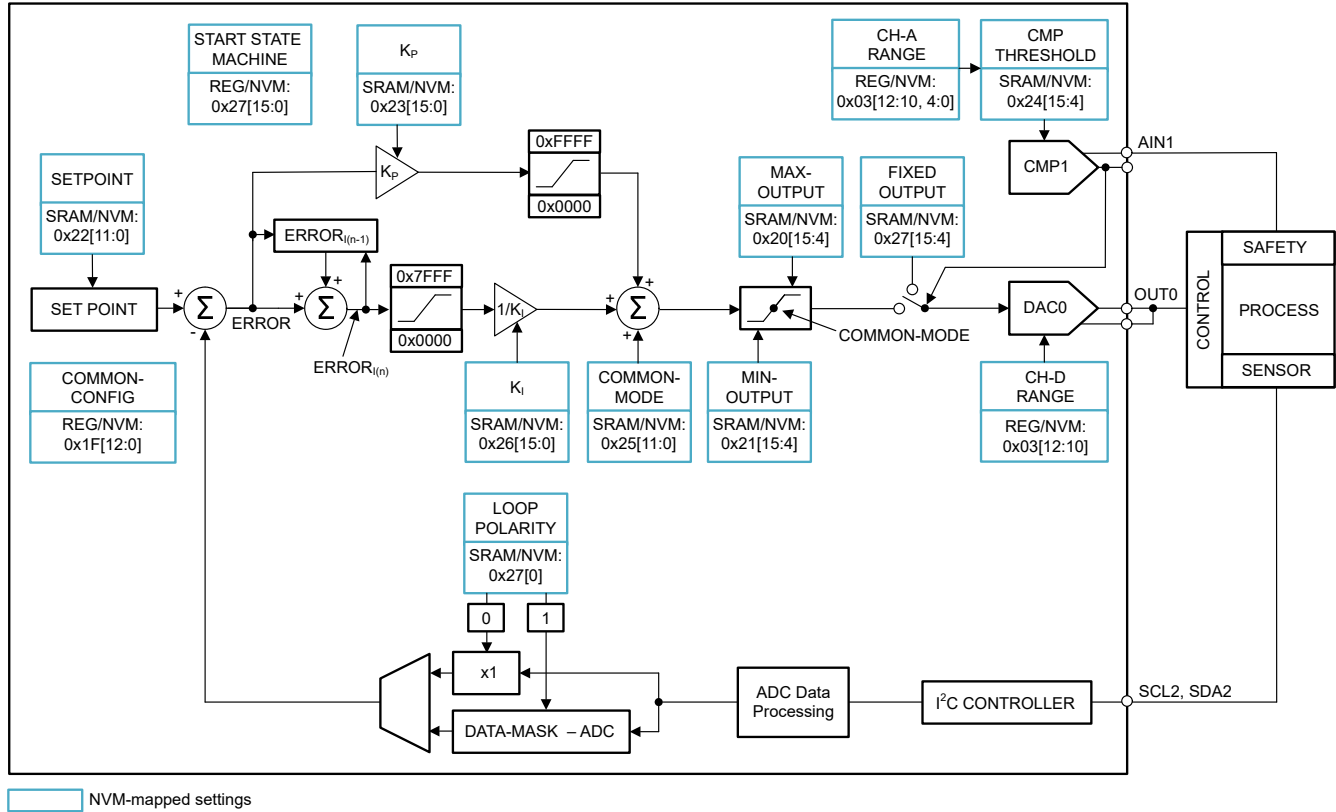

图 7-9. AFE639D2 的 PI 控制器架构
AFE639D2 提供预编程的 PI 控制器状态机，如图 7-9 所示。外部数字温度传感器用作输入，DAC 通道 0 用作输出。DAC 通道 1 用作比较器，用于将 DAC 通道 0 的输出设置为 FIXED-OUTPUT 字段指定的值。表 7-13 列出了所有输入/输出引脚名称和功能。
2. 连接外部温度传感器或 ADC 输入、比较器输入和 DAC 输出，如图 7-9 所示。